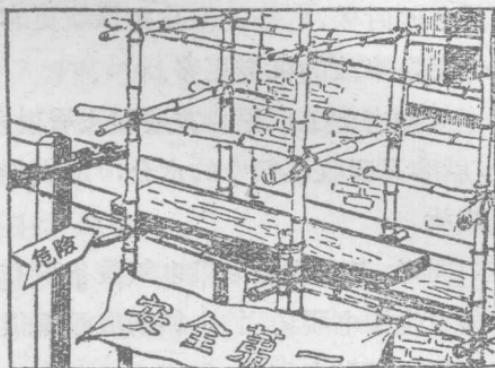
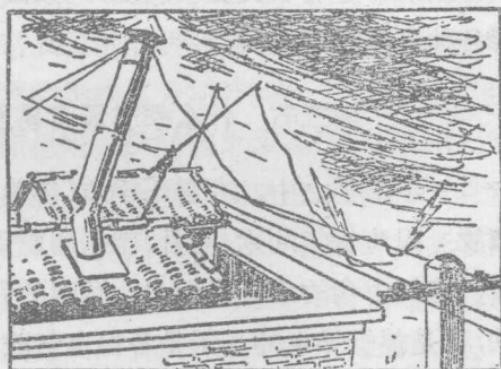

图 7 在电线附近修理房屋，搭脚手架、挂横幅，当心触电
图 8 在电线附近修理或架设烟囱，当心触电
(4) 在电线附近修理房屋、搭脚手架、挂横幅、架设或修理烟囱，都应该不碰到电线，并且应有适当的安全距离或隔离保护，否则容易发生触电事故（见图 7 及图 8）。
(5) 用电设备安装不合标准，也容易造成触电事故。例如：电线用得太细，插座装置位置太低，电灯的火线和地线接错，电气设备的金属外壳没有接地或接地线装置不好，接地电阻太大等等，都有引起触电事故的可能。